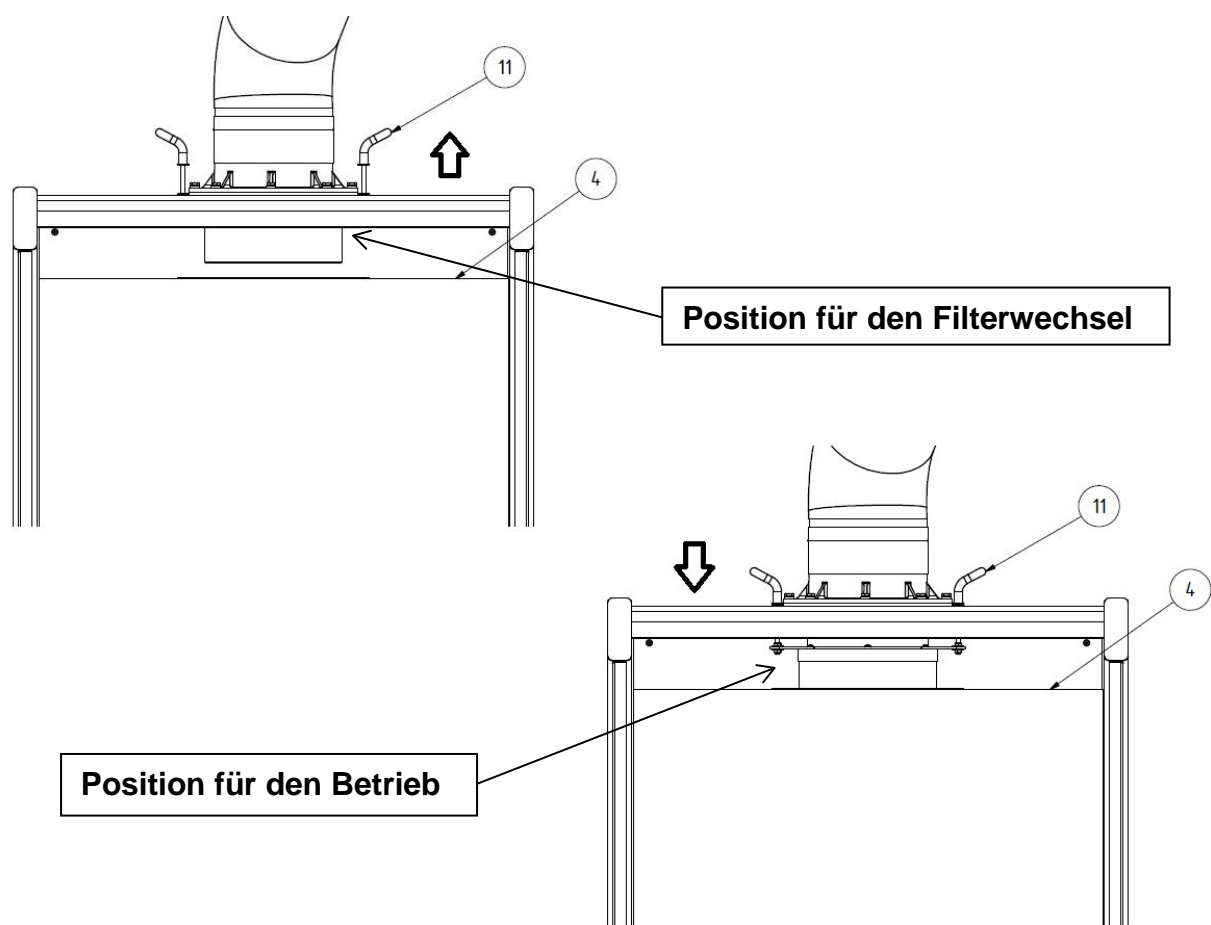

Abbildung 5, Filterwechsel
- Ziehen Sie gleichzeitig die am Filterwechselsystem befindlichen Griffe nach oben, bis der vorhandene Anschlag erreicht wird (Abb. 5, Pos. 11). Das System wird nun durch einen Magneten in Position gehalten.
- Fassen Sie das Hauptfilter an den Seiten an (Abb. 5, Pos. 4). Heben Sie es vorsichtig an und ziehen Sie es nach vorne aus dem Gerät.
- Drücken Sie nun das Filterwechselsystem an den beiden Griffen bis zum Anschlag nach unten (Abb. 5, Pos. 11).